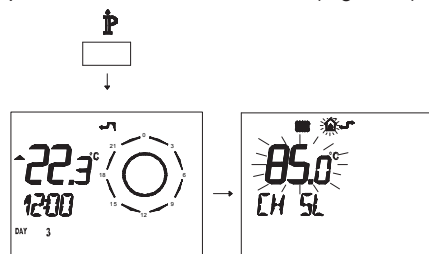

Fig. 5.86
- Premere per più di 3 secondi il pulsante **⏸** per entrare in modalità **INFO** (Fig. 5.86).